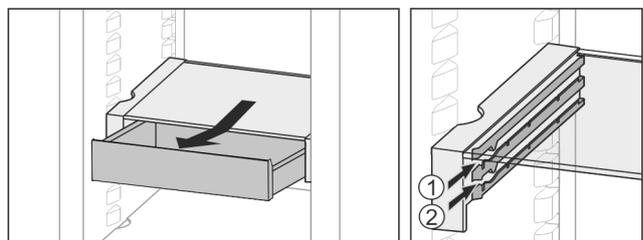

Fig. 35
- ▶ In beliebiger Höhe Fig. 35 (1) oder Fig. 35 (2) einschieben.